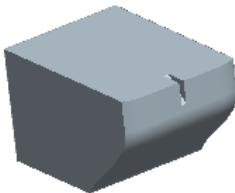
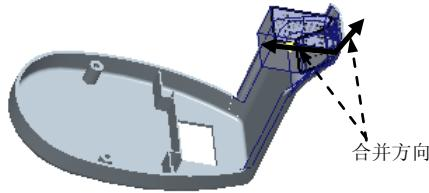

图 26.19 合并面组
图 26.20 合并方向
Step2. 将上步创建的复制 2 与拉伸 1 进行合并，如图 26.19 所示（为便于查看合并面组，将参考模型遮蔽）。
- (1) 按住 Ctrl 键，选取复制 2 与拉伸 1。
- (2) 单击**分型面**功能选项卡 **编辑** \downarrow 区域中的 合并 按钮，系统弹出“合并”操控板。
- (3) 调整合并面组的方向，如图 26.20 所示。
- (4) 在“合并”操控板中单击 \checkmark 按钮。
- (5) 在“分型面”选项卡中单击“确定”按钮 \checkmark ，完成分型面的创建。